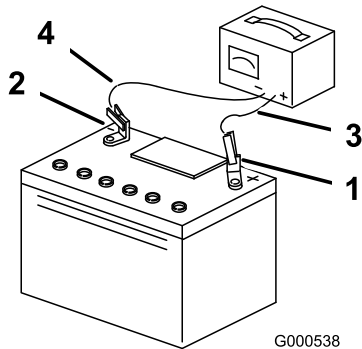

Figura 43
3. Cuando la batería esté completamente cargada, desconecte el cargador de la toma de electricidad, luego desconecte los cables del cargador de los bornes de la batería (Figura 43).